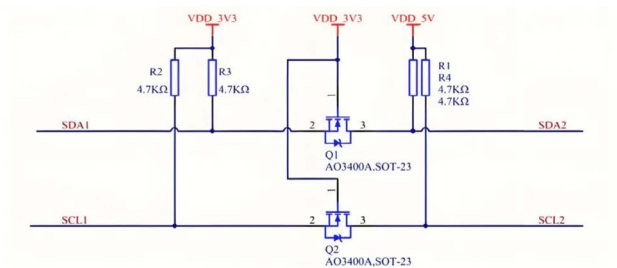

图9 MOS实现电平转换
- 图 9 所示电路是一个使用 MOS 管进行电平转换的示例。